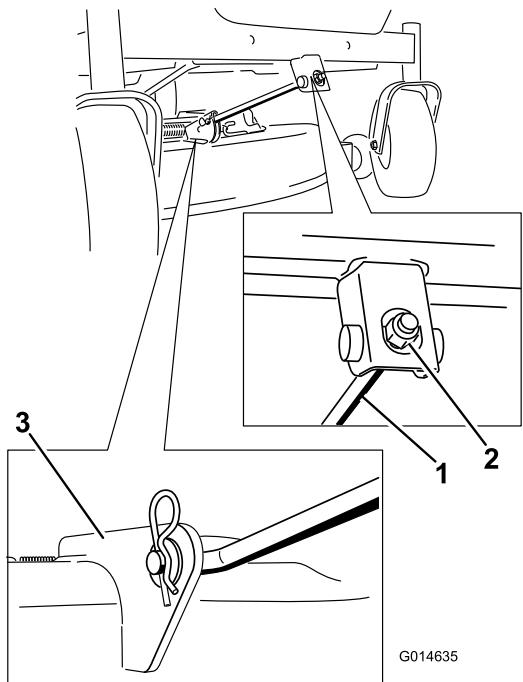

Figura 57
4. Retire el pasador de horquilla de la varilla de soporte delantera y retire la varilla del soporte de la carcasa (Figura 57). Baje cuidadosamente la parte delantera de la carcasa de corte al suelo.
- Conecte la varilla de soporte delantera a la carcasa de corte con el pasador y la chaveta (Figura 57).